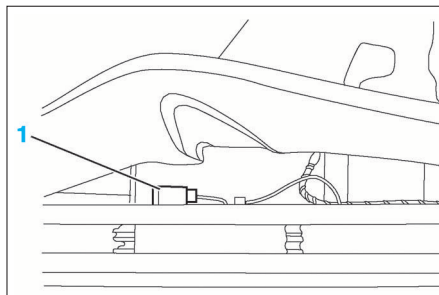

FIG. 20
- Découvrir la moquette afin d'avoir accès au capteur d'accélération (1) (Fig.20).